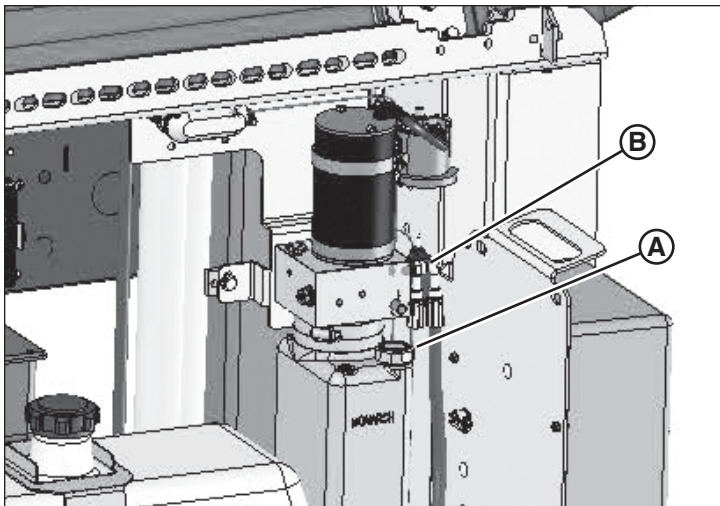

Рисунок 36
Залейте в бачок (рис. 36) жидкость для автоматической трансмиссии или любую чистую гидравлическую жидкость с индексом вязкости, который подходит для климатических условий, в которых будет работать устройство. См. предыдущую таблицу.
1. Убедитесь, что масляный бачок (А, рис. 36) заполнен маслом до отметки уровня полной заправки.
3. Ослабьте конец шланга (В, рис. 36), чтобы выпустить масло и воздух.